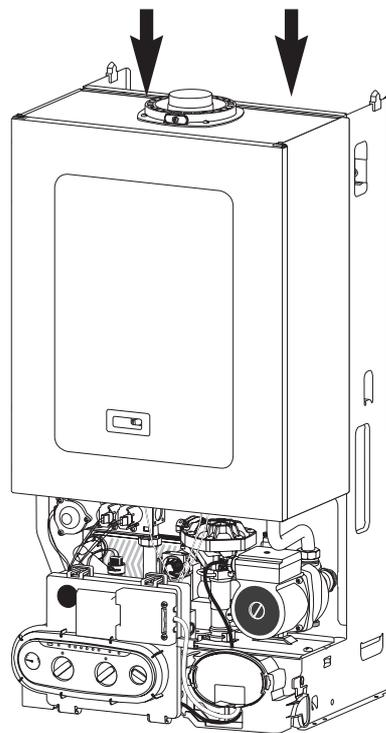

Fig. 10
- presentar la caldera en el soporte y dejarla enganchada (fig. 10).